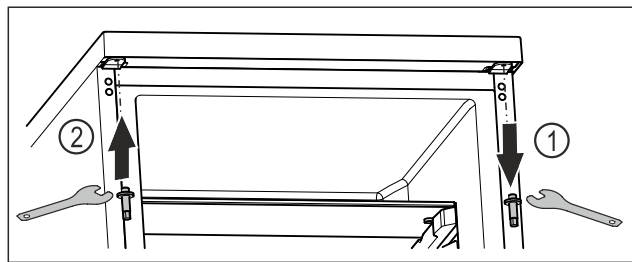

Fig. 18
- ▶ Skru den øverste bolt af med unbrakonøgle. Fig. 18 (1)
- ▶ Indsæt boltten fast på den modsatte side med unbrakonøgle. Fig. 18 (2)